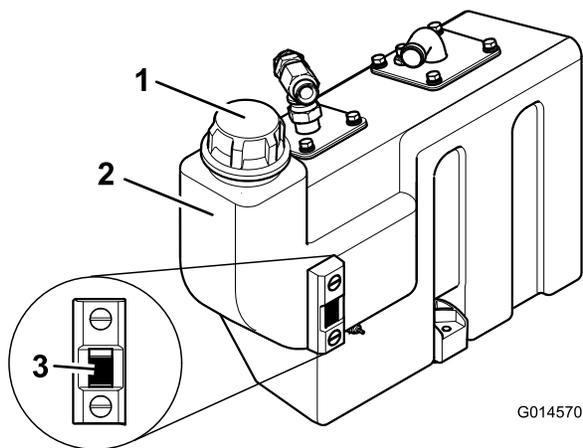

Figura 24
3. Si es necesario añadir aceite hidráulico, limpie la zona alrededor del tapón del depósito hidráulico (Figura 24). Retire el tapón del depósito.